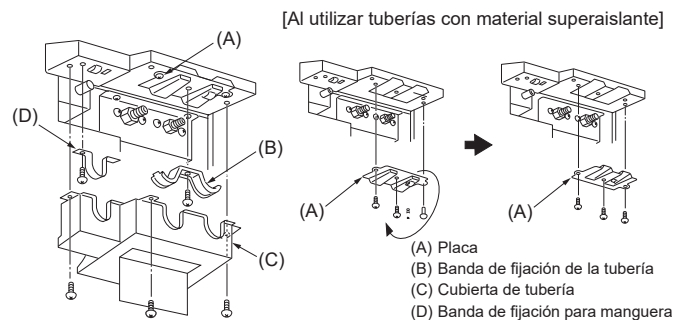

Fig. 4-1
4.1. Extracción de la cubierta de las tuberías (Fig. 4-1)